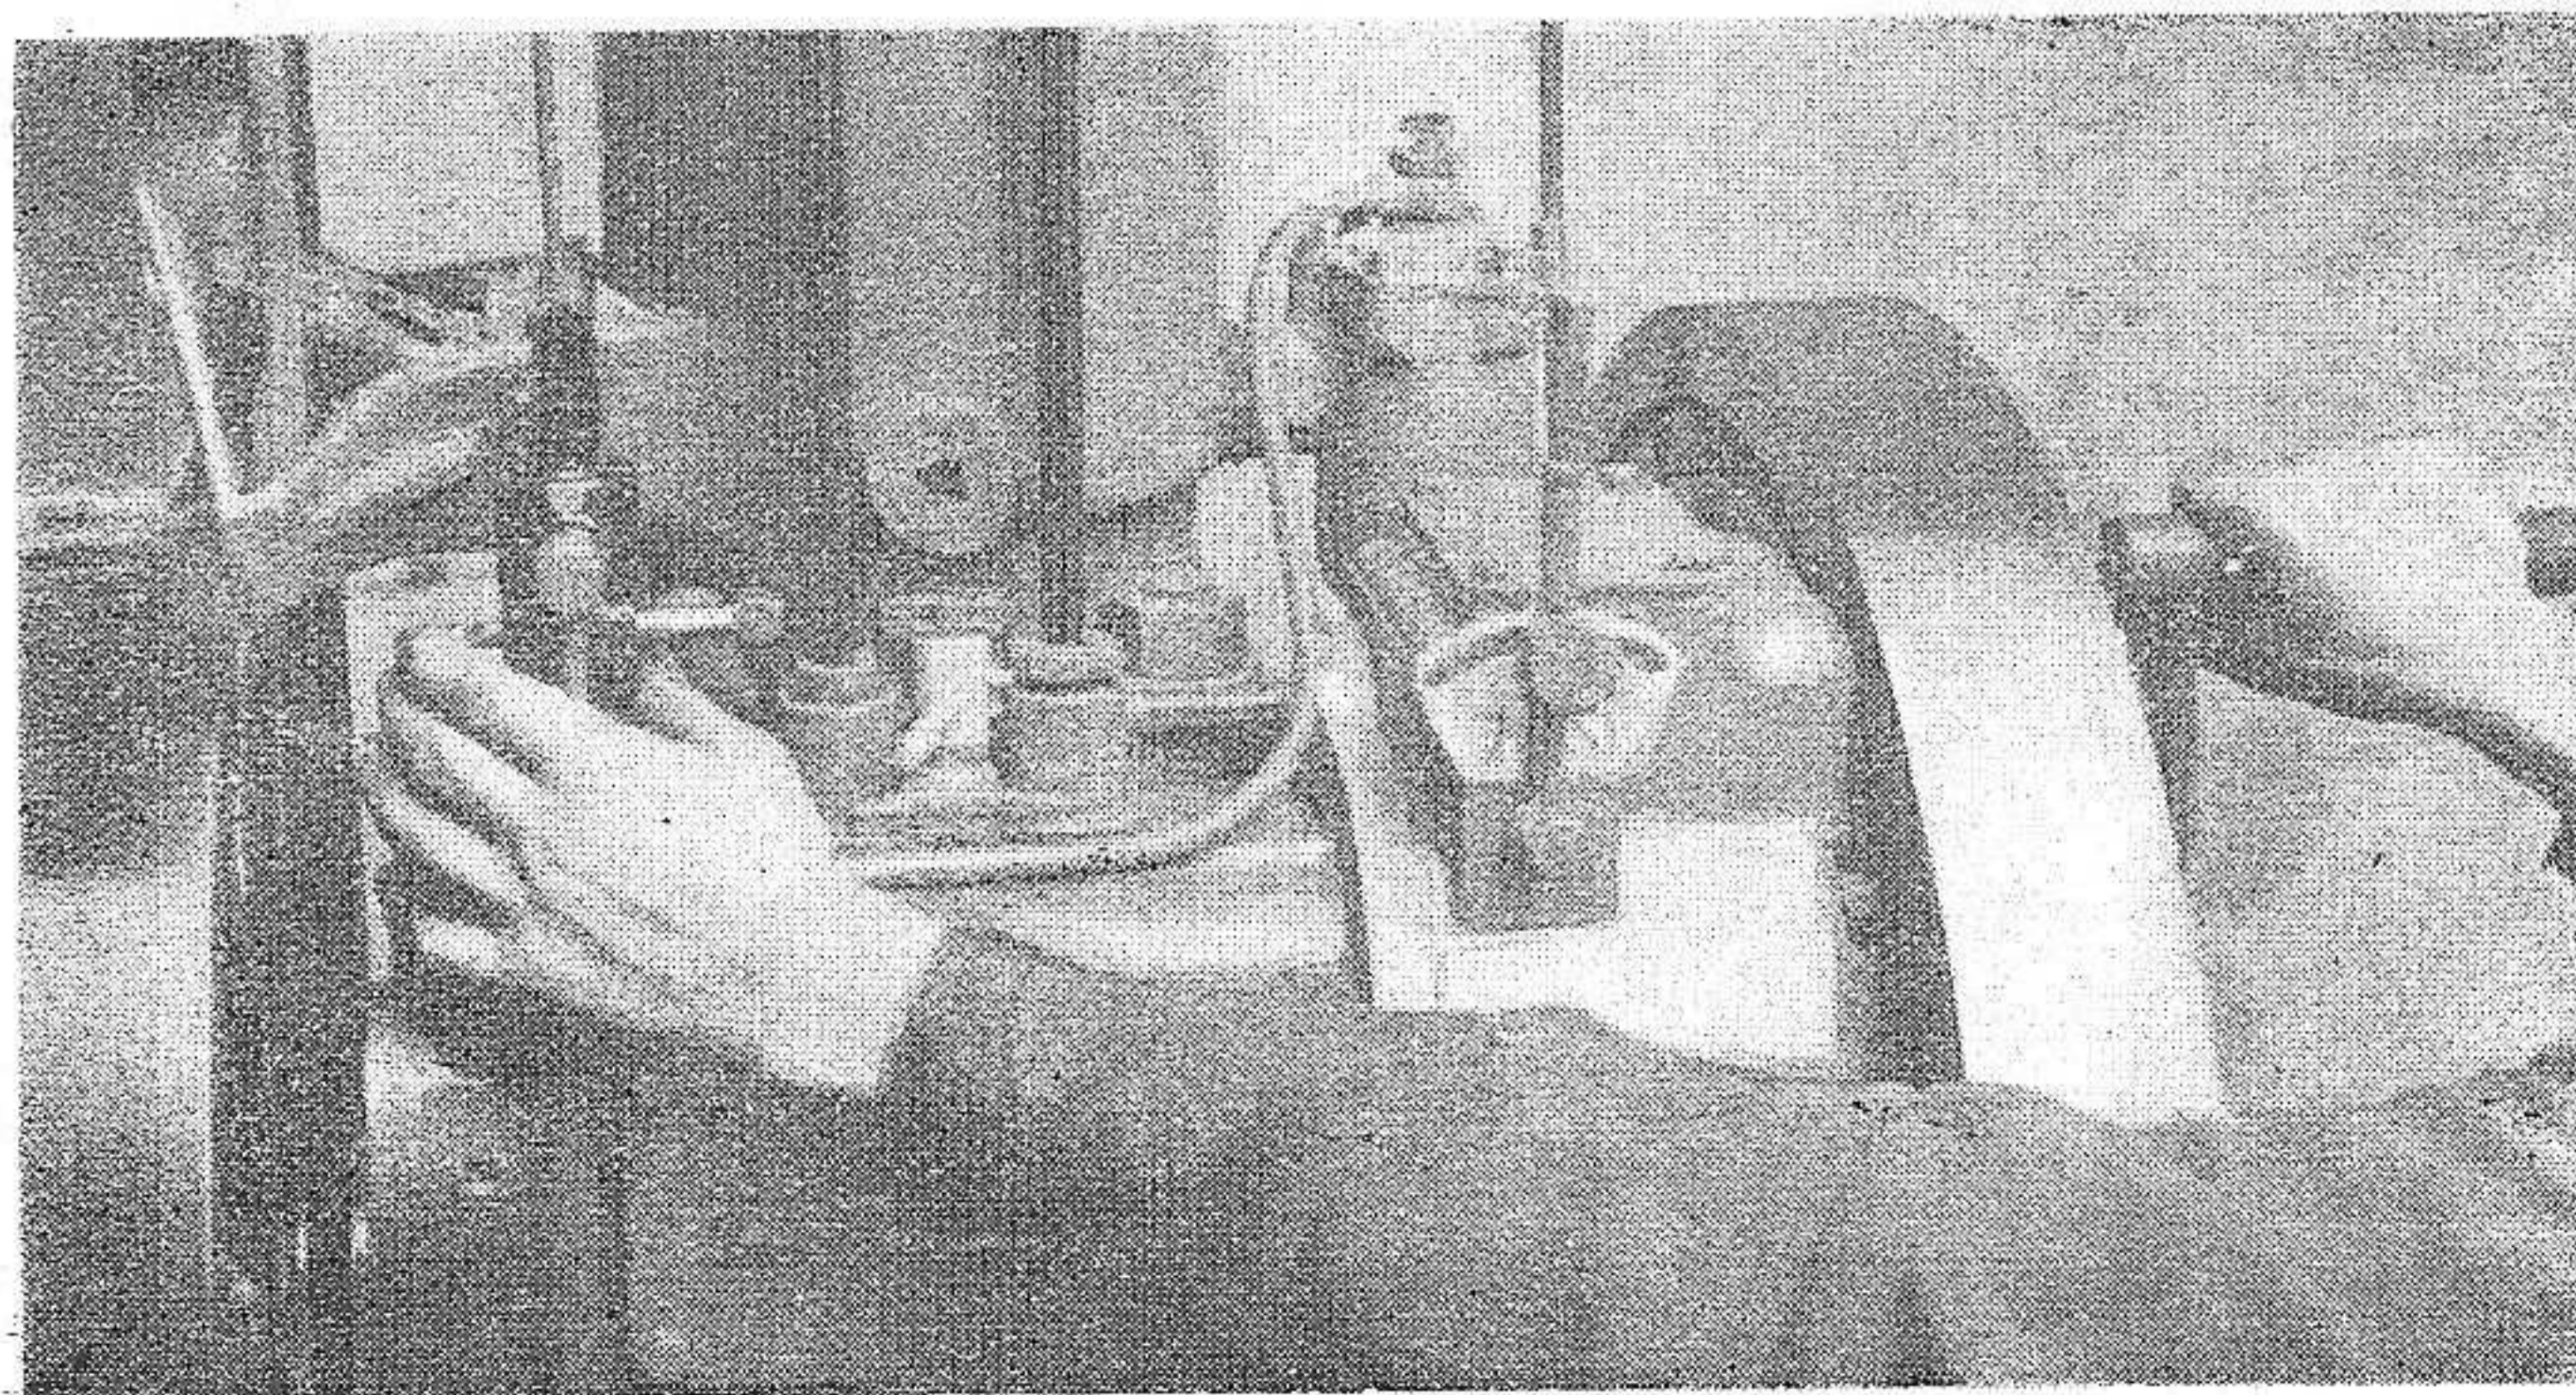

Fig. 7.
3. — Het decompressiemechanisme inschakelen (zie fig. 7).
4. — De regulator op gemiddeld toerental plaatsen (zie fig. 7).
6. — Met de linkerhand de brandstofpomp uitschakelen en met de rechterhand de aanzetslinger snel ronddraaien. Op dit ogenblik de brandstofpomp in werking laten treden en met de linkerhand het decompressiemechanisme uitschakelen, terwijl verder met de aanzetslinger doorgedraaid wordt tot de motor aanspringt. (zie fig. 7 en 8).